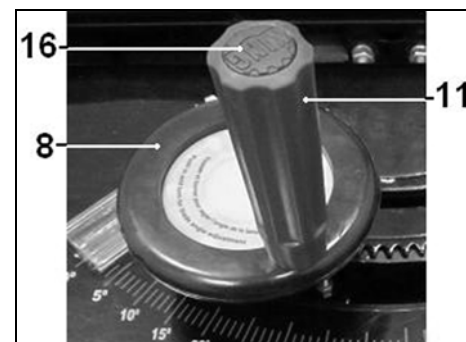

Рис. 3.
8.1. Установка рукоятки маховика (Рис.3)